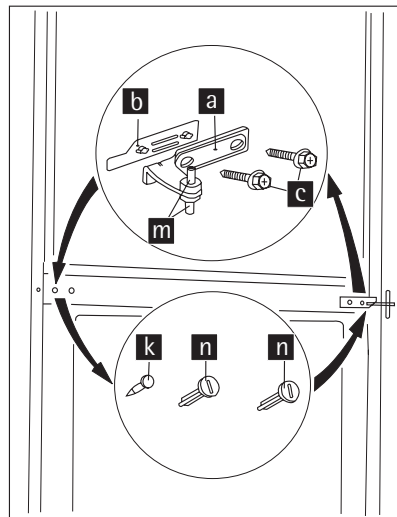

Abb. 1
- Mittleres Scharnier (a) mit Unterlage (b) abschrauben und durch Anheben der beiden Türen entfernen (Abb. 1)
- Blindstopfen am Mittelsteg umsetzen (2xn, k), gegebenenfalls den Blindstopfen (k) durch einen Neuen aus dem Beipack ersetzen. Mittleres Scharnier (a) mit Unterlage (b) um 180° drehen, beide Zapfen (m) in die Türbuchsen einfügen und beide Türen mit dem mittleren Scharnier wieder einsetzen (Abb. 1).
- Mittleres Scharnier festschrauben (c, Abb.1). Darauf achten, dass die Türspalte parallel sind. Die Einstellung erfolgt durch leichtes verschieben des mittleren Scharnieres.